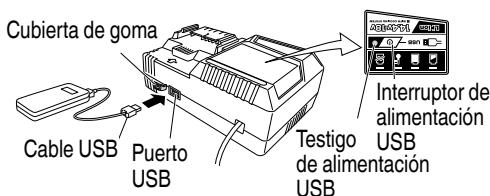

Fig. 14
(2) Encienda el enchufe de alimentación USB (Fig. 14)
(3) Conecte el cable USB. (Fig. 14)
- Apague el interruptor de alimentación USB y desenchufe el cable de alimentación de la toma de alimentación eléctrica. (Fig. 14)